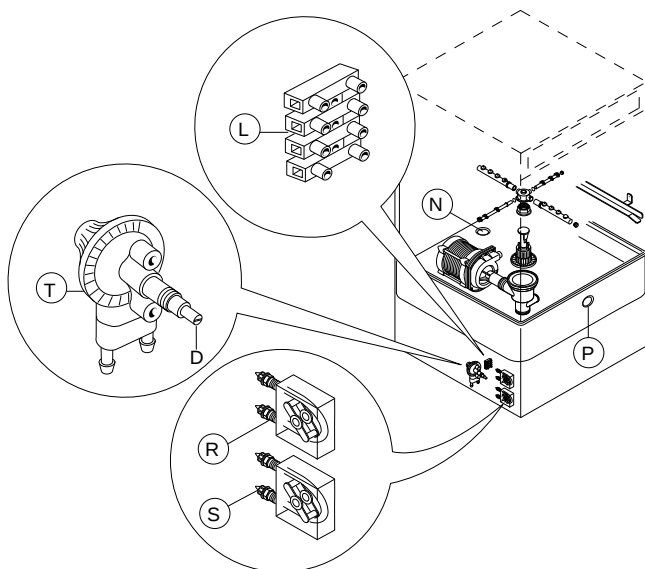

Fig. 1 Oversigt over den automatiske doseringspumpe
1. Opvaskemaskiner med indbygget doseringspumpe til opvaskemiddel (Fig. 1).
2. Opvaskemaskiner med indbygget peristaltisk doseringspumpe til afspændingsmiddel (Fig. 1)
3. Opvaskemaskiner med indbygget membradoseringspumpe til afspændingsmiddel (Fig. 1)
Forbind til klemkassen "L" (Fig. 1) til klemmerne 1 og 2 for dosering under skyllecyklussen eller til klemmerne 3 og 4 for dosering under opvaskecyklussen.
For at ændre den udsendte mængde skal der drejes  på skruen "D" (Fig. 1).